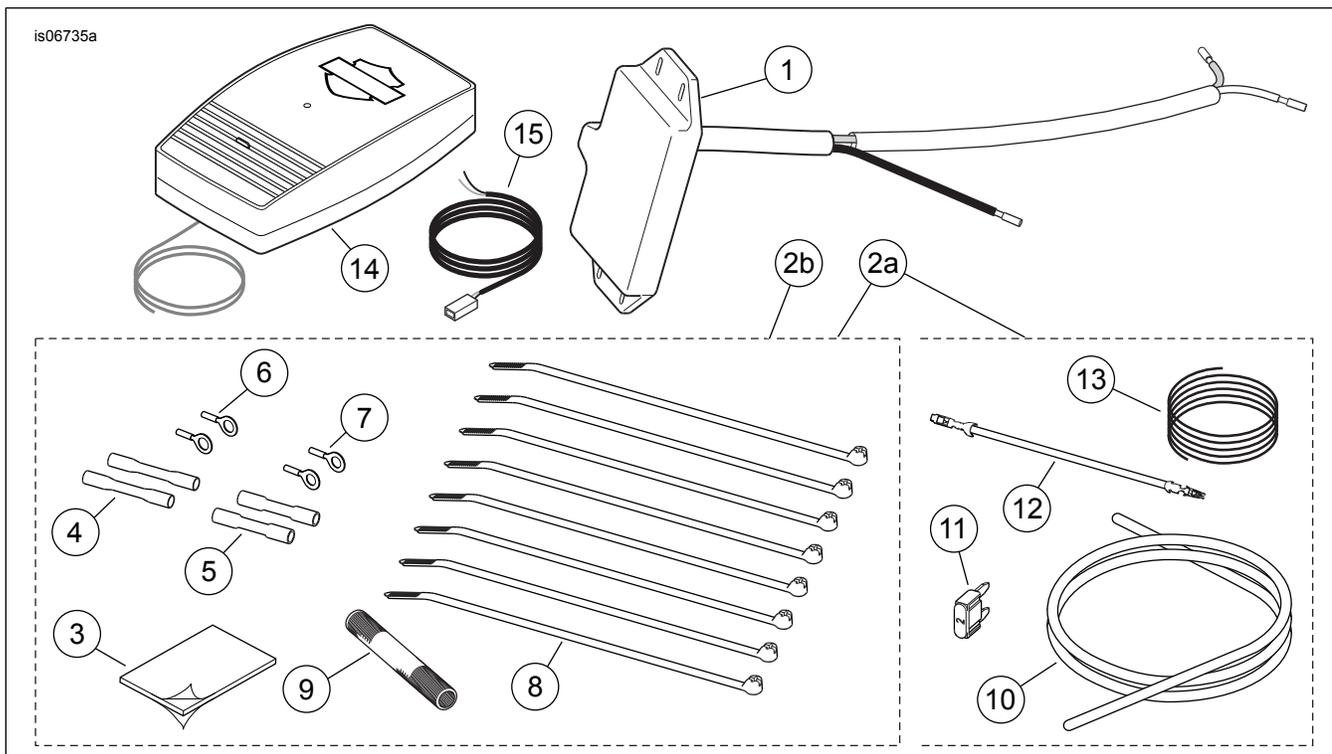

Figura 27. Parti di ricambio, kit telecomandi porta del garage
3. Vedere Figura 15, la configurazione di giuntaggio 2 in 1. Servirsi di un connettore a giunto di testa a tenuta **rosso** (Figura 27, Elemento 4) preso dal kit per giuntare il filo di alimentazione del cablaggio del dispositivo di apertura della porta del garage con i fili arancione/bianco del cablaggio principale, come da istruzioni riportate nell'appendice del manuale di manutenzione.
- Vedere Figura 15, la configurazione di giuntaggio 1 in 1. Utilizzare un connettore a giunto di testa a tenuta **blu** (Figura 27, elemento 5) preso dal kit per giuntare il filo bianco del trasmettitore con i fili bianchi del faro anteriore. Utilizzare il restante connettore a giunto di testa a tenuta blu per giuntare il filo giallo del trasmettitore con i fili gialli del faro anteriore.
- Fare scorrere il tubo di protezione in maglia metallica (9) preso dal kit sopra ai fili giallo e bianco del trasmettitore.
- Vedere Figura 15, la configurazione di giuntaggio 1 in 1. Utilizzare un connettore a giunto di testa a tenuta **blu** (Figura 27, elemento 5) preso dal kit per giuntare il filo bianco del trasmettitore con i fili bianchi del faro anteriore. Utilizzare il restante connettore a giunto a tenuta blu per giuntare il filo giallo del trasmettitore con i fili gialli del faro anteriore.
4. Vedere Figura 15, la configurazione di giuntaggio 1 in 1. Utilizzare un connettore a giunto di testa a tenuta **blu** (Figura 27, elemento 5) preso dal kit per giuntare il filo bianco del trasmettitore con i fili bianchi del faro anteriore. Utilizzare il restante connettore di testa a giunto a tenuta blu per giuntare il filo giallo del trasmettitore con i fili gialli del faro anteriore.
2. Vedere Figura 27. Fare scorrere il tubo di protezione in maglia metallica (9) preso dal kit sopra ai fili giallo e bianco del trasmettitore.
3. Vedere Figura 15, la configurazione di giuntaggio 1 in 1. Utilizzare un connettore a giunto di testa a tenuta **blu** (Figura 27, elemento 5) preso dal kit per giuntare il filo bianco del trasmettitore con i fili bianchi del faro anteriore. Utilizzare il restante connettore a giunto a tenuta blu per giuntare il filo giallo del trasmettitore con i fili gialli del faro anteriore.